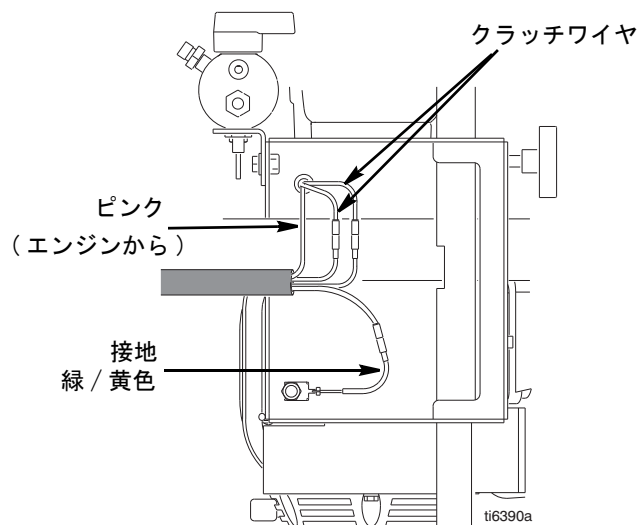

図. 12
2. 図. 12。必要なワイヤの接続をすべて外します。
3. 図. 12。必要なワイヤをすべて接続します。